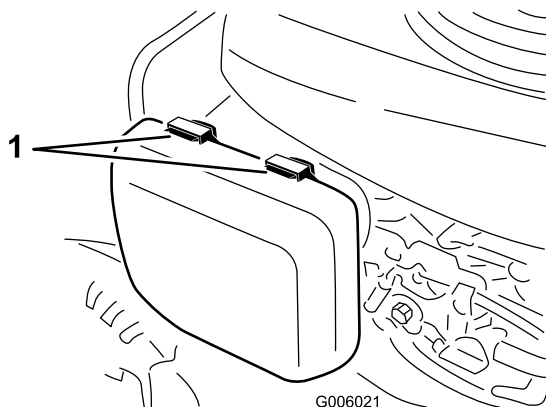

Figure 37
1. Appuyez sur les languettes de verrouillage en haut du couvercle du filtre à air (Figure 37).